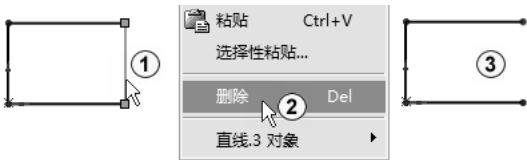

图 2-9 从快捷菜单中删除草图实体
1) 鼠标右键选取草图元素，从弹出的快捷菜单中选择“删除”命令，如图 2-9 中①②所示。结果如图 2-9 中③所示。